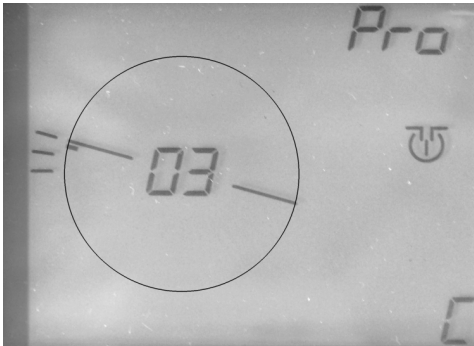

Fig. 13 3. Abgang eingegeben
- Ihr Display sieht nun so aus (s. Fig. 13):